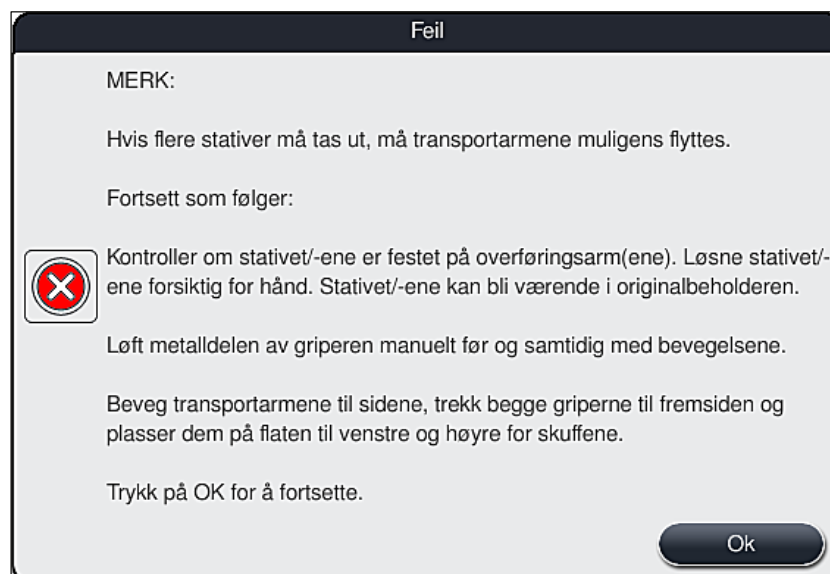

Fig. 109
3. Når du har trykket på **OK**-knappen (→ "Fig. 108"), vises en ny melding (→ "Fig. 109") med instruksjoner om korrekt prosedyre for å fjerne de aktuelle stativene.